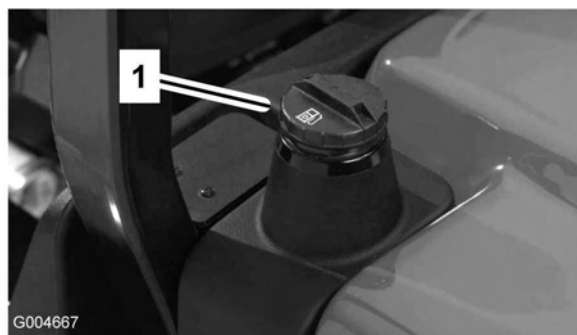

Figura 8
1. Rimuovete il tappo dal serbatoio del carburante (Figura 8).